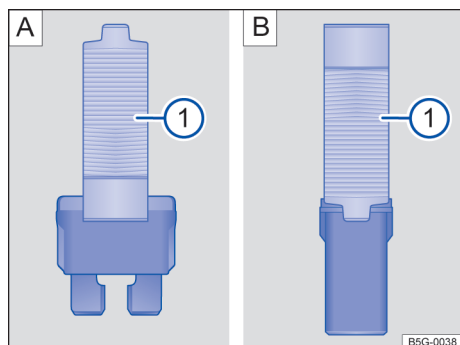

Fig. 175 Retirar o colocar el fusible con la pinza de plástico: A) fusible plano, B) fusible de bloqueo.
- De ser necesario, retirar la pinza de plástico → fig. 175 ① de la cubierta de la caja de fusibles.
- De acuerdo con la versión del fusible, colocar las garras adecuadas del alicate plástico → fig. 175 A) ① o → fig. 175 B) ① de forma lateral en el fusible.